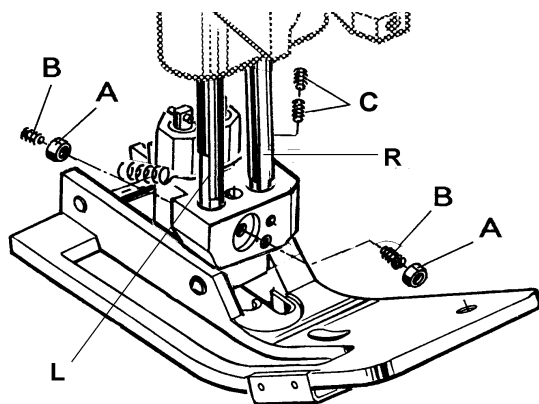

Fig. 16
Remove the needle and rotate handwheel until the feed dog is below the throat plate. Depress the presser foot lifter lever and insert the presser foot in the two presser bars (L and R, Fig. 16). The left presser bar (L) should only engage with its pivot in the opening of the presser foot shank. Loosen the two lock nuts (A, Fig. 16) and align with the two set screws (B), the needle slot in the presser foot with the needle slot in the throat plate. Secure this setting with the two lock nuts (A).
**NOTE:** The two set screws (A) should just contact the pivot of the left presser bar (L) but not be tightened. Now tighten the two set screws (C) right in the presser foot shank on the right presser bar. Insert the needle.
Entfernen Sie die Nadel und drehen Sie das Handrad bis der Transporteur unter der Stichplatte steht. Drücken Sie den Drückfuß-Lifterhebel und setzen Sie den Drückfuß in die beiden Drückfußstangen (L und R, Fig. 16) ein. Die linke Drückfußstange (L) darf nur mit dem Zapfen in die Öffnung der Drückfußnabe eingreifen. Lösen Sie die beiden Kontermuttern (A, Fig. 16) und richten Sie mit den beiden Gewindestiften (B) das Stichloch im Drückfuß zum Stichloch der Stichplatte aus. Sichern Sie diese Einstellung mit den beiden Kontermuttern (A).
**BEACHTEN SIE:** Die beiden Gewindestifte (A) sollen am Zapfen der linken Drückfußstange (L) gerade anliegen, aber nicht drücken. Ziehen Sie jetzt die beiden Gewindestifte (C) rechts in der Drückfußnabe auf der rechten Drückfußstange an. Setzen Sie die Nadel wieder ein.